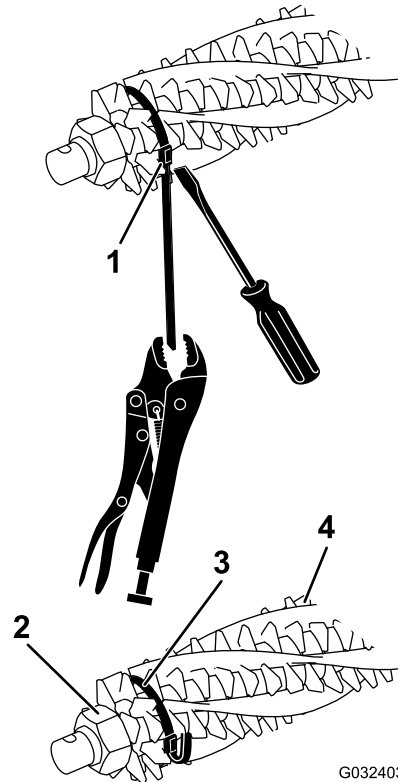
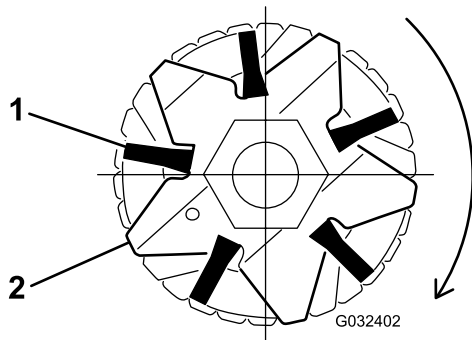

Bild 17
Bild 19
2. Lockern Sie die Befestigungsmuttern des Groomermessers an beiden Enden der Groomerwelle (Bild 17).
4. Stellen Sie sich, dass die Bürsten in den Schlitten des Groomermessers sitzen (Bild 17 und Bild 19).
5. Wickeln Sie die Riemen lose um die Spindelwelle des Groomers und der Bürsten, wie in Bild 17 abgebildet; setzen Sie die Riemen in die Rillen in den Bürsten ein Bild 19.
Hinweis: Wenn die Kkehrbürsten nicht richtig in den Messerschlitzen sitzen, lösen Sie an jeder Seite der Groomerwelle die Befestigungsmuttern des Groomermessers, positionieren Sie die Kkehrbürsten richtig in den Messerschlitzen und ziehen Sie die Befestigungsmuttern des Groomermessers an (Bild 17).
Sie den Riemen fest, bis er in den Bürstenrillen arretiert (Bild 17).